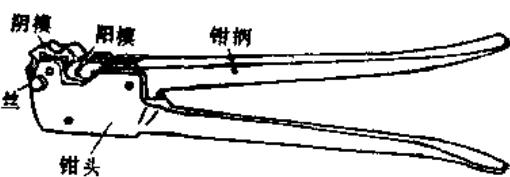

图 1-13 户内线路用压接钳
1. 户内线路使用的压接钳 压接钳由钳头和钳柄两部分组成。钳头由阳模、阴模和定位螺钉等构成，如图1-13所示。阴模要按连接导线的规格选配使用。使用时，将钳柄拉开，将需要连接的导线从压接管的两端各插入到压接管内。当采用圆形压接管时，导线两端各插入到压接管的一半处；当采用椭圆形压接管时，两线端插入压接管后各露出压接管两端 4 毫米。将插入导线线端的压接管嵌入后，两手用如同夹紧大剪刀的方法将钳柄压下，利用压模使线端紧密连接。